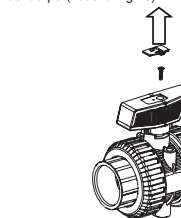

Fig.05
- Para su utilización, sacar el tapón superior, con ayuda de un destornillador hacer palanca. Desmontar el tornillo y extraer la maneta (4) tirando hacia arriba Fig.05.
Per utilizzarla, estrarre il tappo superiore, facendo leva con un cacciavite. Smontare il dado ed estrarre la maniglia (4) tirando verso l'alto Fig.05.
Um ihn zu benutzen, muss der obere Stöpfen, mit Hilfe eines Schraubenziehers als Hebel, entfernt werden. Entfernen Sie die Schraube und entnehmen Sie den Hebel (4), indem Sie ihn nach oben ziehen (siehe Fig.05).